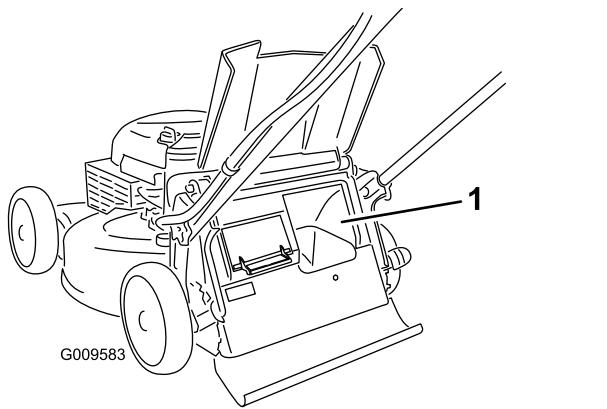

**Figura 21**
- **Per insaccare erba e sfalcio,** premete il pulsante sulla leva Bag-on-Demand e spostatela in avanti fino a quando il pulsante sulla leva non si solleva di scatto (Figura 21).